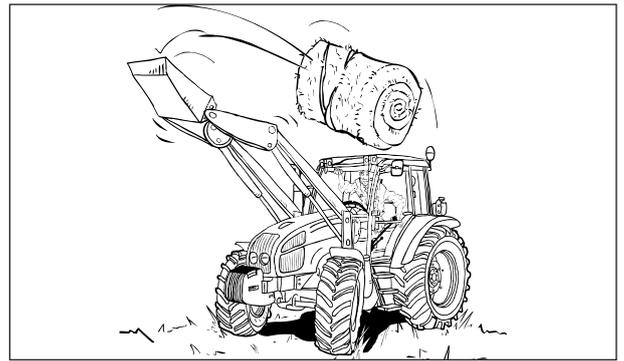

Abb.2-35
**GEFAHR:** Die Benutzung des Frontladers und des mit dem Frontlader ausgestatteten Traktors auf unangemessene Weise und der Transport und der Umschlag von nicht blockierten Lasten oder nicht geeigneter Ausrüstung stellen wegen des möglichen Absturzes von Gegenständen eine ernste Gefahr für die in der Nähe stehenden Personen dar. (Abb.2-35) [4.5.a]